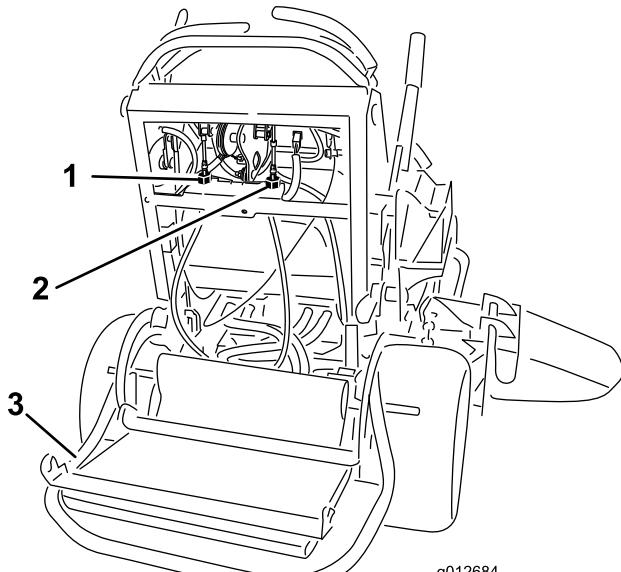

Figura 71
6. Instale la pletina de bloqueo sobre las tuercas de ajuste de los cables para afianzar el ajuste (Figura 71).